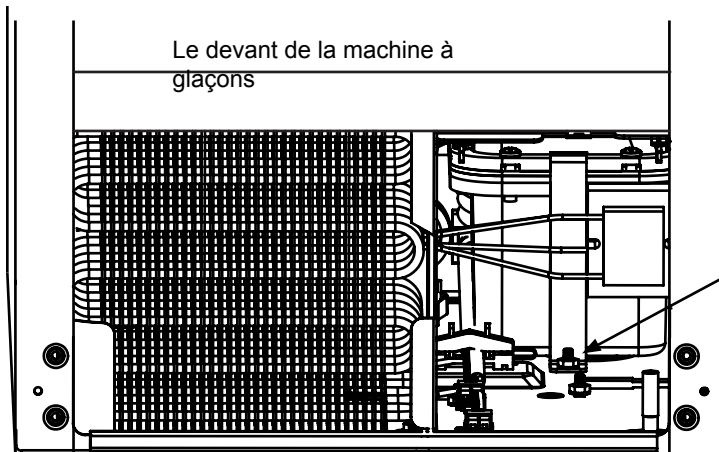

Figure 53
3. Ôtez les supports avant et arrière de la pompe de drainage (Voyez les Figures 53, a et 53a).